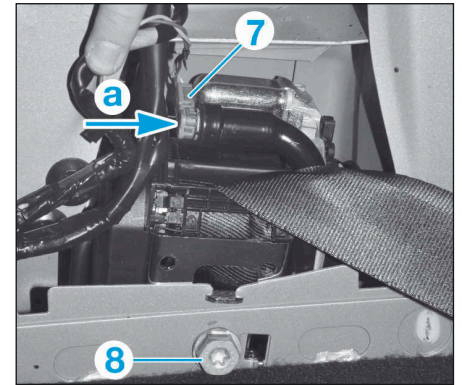

FIG.9
- Débrancher le connecteur (7) (Fig.9).